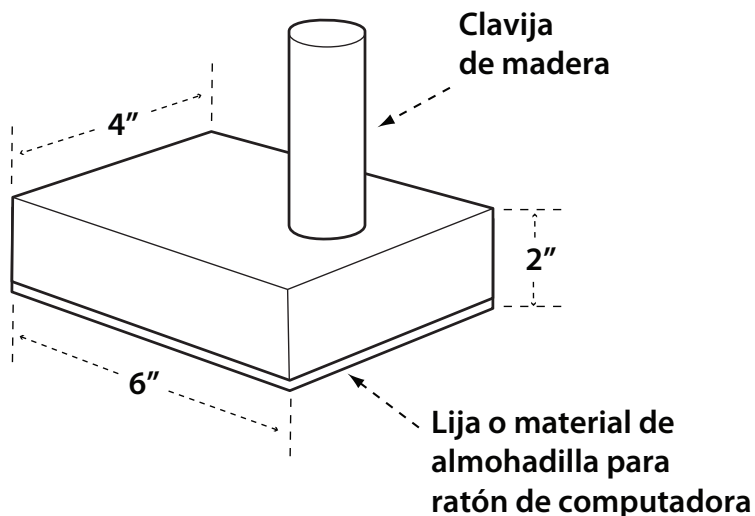

FIGURA 31
3. Pegue un trozo de material áspero o liso tal como una lija o caucho a la parte inferior del bloque para sujetar la pieza de trabajo (las almohadillas para ratón de computadora son adecuadas para esto). Vea la Figura 31.